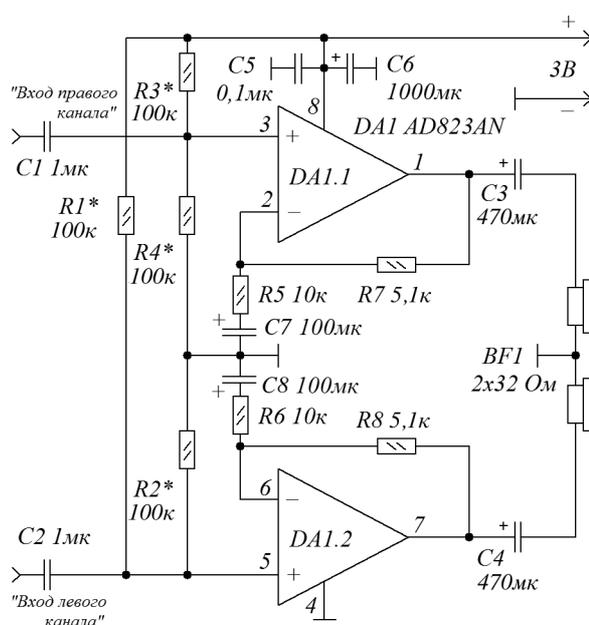
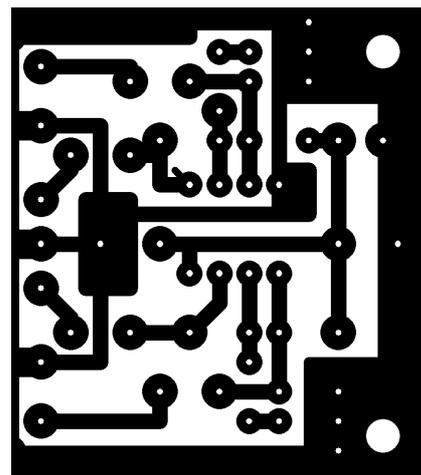
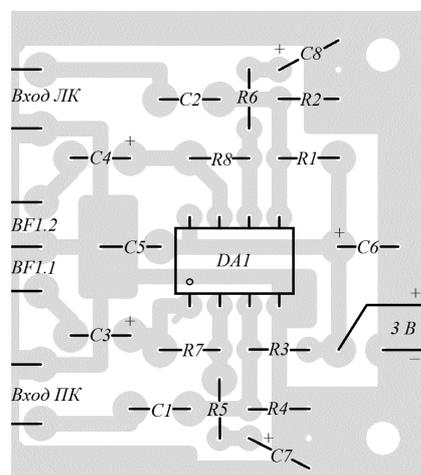

Рис. 1. Буферный усилитель для стерео-наушников. Схема принципиальная электрическая
Рис. 2. Эскиз монтажной платы усилителя. Вид со стороны печатных проводников. Размер платы 40x35x1,0...1,5 мм
Рис. 3. Эскиз монтажной платы усилителя. Вид со стороны установки деталей
Схема УЗЧ приведена на **рис. 1**.
В отличие от усилителя в [1], цепи делителей обратной связи по постоянному току операционных усилителей “оторваны” от “общего” провода, а цепи по переменному току – нет (С7 и С8 **рис. 1**). Отсюда: повышенная стабильность усилителя в широком температурном диапазоне и, при изменении напряжения питания, меньшие искажения сигнала, обусловленные конечным значением несимметрии положительной и отрицательной полуволн усиленного сигнала.
В усилителе применён аналог микросхемы AD822AN – AD823AN (но можно применить и AD822AN), подкорректирована печатная плата, изменены номиналы деталей на более часто встречающиеся. Эскиз монтажной платы приведён на **рис. 2**, расположение деталей – на **рис. 3**, внешний вид – на **фото 1**.
утечкой (LL) и рассчитанные на применение при максимальной температуре 105 градусов (меньше шумят и дольше не теряют ёмкость), полярность включения – минусом на общий провод (указана на **рис. 1** и **рис. 3**).